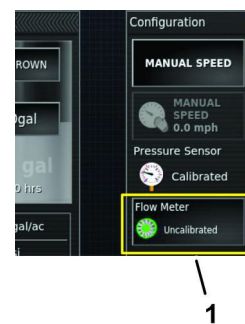

Рисунок 168
4. Нажмите на значок «РАСХОДОМЕР» (Рисунок 168).